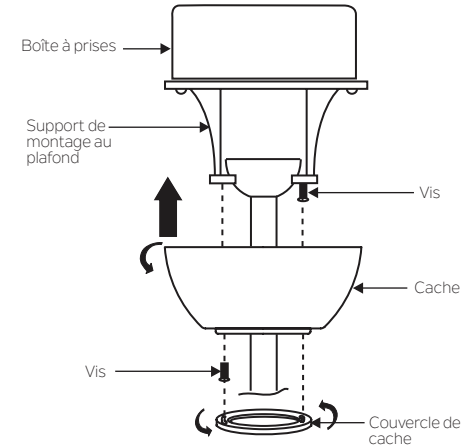

Fig. 13
**Étape 2.** Faites glisser le cache jusqu'au support de montage et placez l'un des trous de serrure au-dessus de la vis de montage sur le support de montage. Tournez le cache jusqu'à ce que la tête de la vis soit verrouillée en place à la section étroite du trou de serrure. Voir la figure 13
**REMARQUE :** Régler les vis du cache jusqu'à ce que le cache et le couvercle du cache soient ajustés correctement. (Fig. 13)